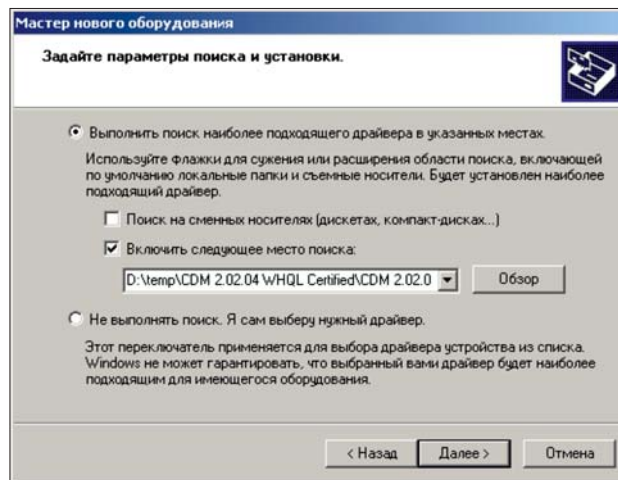

Рис. 3.5
10. При установке драйвера необходимо указывать его местоположение (папку, куда Вы скачали файл с драйверами с вебсайта WWW.ORIONSPB.RU или WWW.FTDICHP.COM). Выберите "Выполнить поиск подходящего драйвера в указанных местах". Введите в строке путь к файлу, рис. 3.5 или, нажав на кнопку "Обзор", выберите и укажите папку, в которой находится драйвер. Нажмите кнопку "Далее" для продолжения.